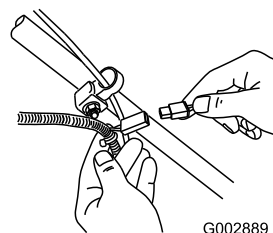

Figura 28
1. Conecte el cargador al arnés de cables del cortacésped, situado debajo de la llave de contacto (Figura 28).